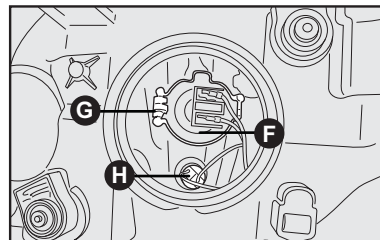

fig. 18
- Para quitar la lámpara de luz baja, sacar el portalámparas **F-fig. 18** tirando del mismo para soltarlo del resorte de fijación **G-fig. 18**;
- Para colocar la nueva lámpara de luz baja, presionar el portalámpara **F-fig. 18** para bloquearlo en los resortes de fijación **G-fig. 18**;
- Recolocar el portalámparas **H-fig. 18** empujándolo hacia adentro hasta bloquearlo;
- Retirar el portalámparas **H-fig. 18** girando en sentido antihorario;